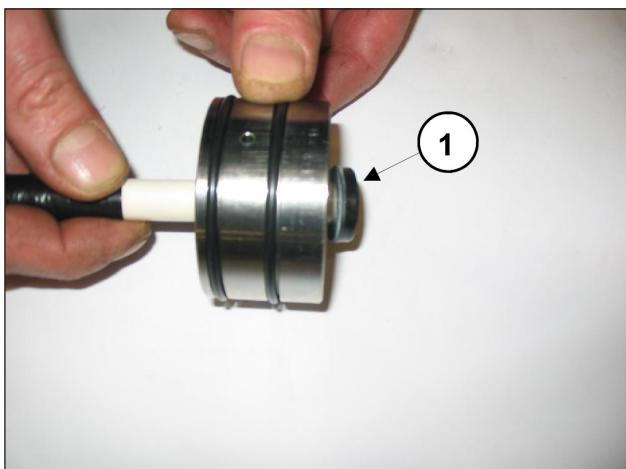

Fig. 51
- Rimuovere l'anello seeger e l'anello di ritegno tenute come indicato in Fig. 50, e con una apposita spina in materiale plastico estrarre la guarnizione di tenuta LP (bassa pressione) ① come indicato in Fig. 51.